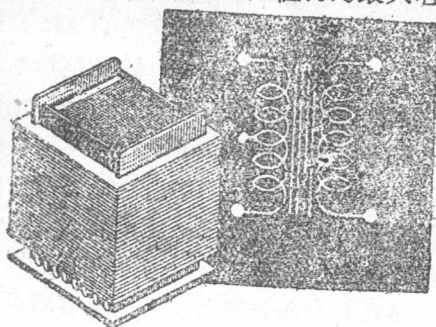

图15 输出变压器
2. 输出变压器 如图15所示，构造和电源变压器相似。初级线圈有引出线三条，两端接推挽管的屏极，中间接电源的正极。用欧姆表测量，两端电阻最大，中间到每一边的电阻约为最大电阻的一半。次级线圈与扬声器连接，因圈数较少，电阻也小。